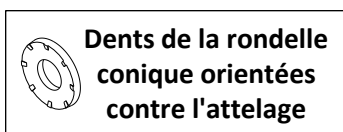

Figure 1
- Install hitch:** Use wire brush to clean paint and debris from weldnuts. Raise the hitch into position and secure hitch to vehicle with (3) M12 bolts ① and (3) 1/2" conical washers ②, both sides, see **Figure 1**. **Note:** If necessary, firmly press heat shield up to keep from contacting top of hitch.
3. **Install hitch:** Use wire brush to clean paint and debris from weldnuts. Raise the hitch into position and secure hitch to vehicle with (3) M12 bolts ① and (3) 1/2" conical washers ②, both sides, see **Figure 1**. **Note:** If necessary, firmly press heat shield up to keep from contacting top of hitch.
- 3. Installer l'attelage:** Utiliser une brosse métallique pour retirer la peinture et les débris des écrous soudés. Soulever l'attelage en position et fixer l'attelage sur le véhicule à l'aide de trois (3) boulons M12 ① et trois (3) rondelles coniques 1/2 po ②, des deux côtés, voir la **Figure 1**. **Nota:** Si nécessaire, presser fermement l'écran thermique vers le haut pour l'empêcher de toucher le haut de l'attelage.
3. **Installer l'attelage:** Utiliser une brosse métallique pour retirer la peinture et les débris des écrous soudés. Soulever l'attelage en position et fixer l'attelage sur le véhicule à l'aide de trois (3) boulons M12 ① et trois (3) rondelles coniques 1/2 po ②, des deux côtés, voir la **Figure 1**. **Nota:** Si nécessaire, presser fermement l'écran thermique vers le haut pour l'empêcher de toucher le haut de l'attelage.